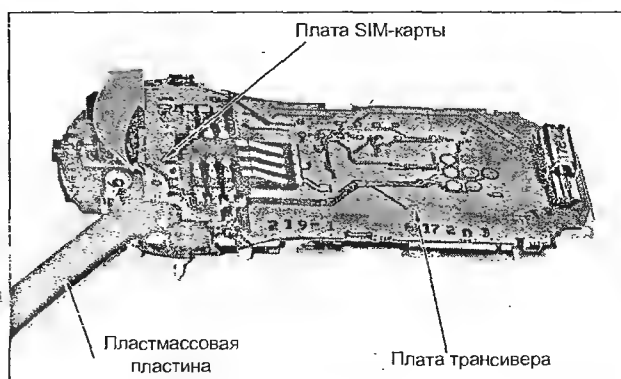

Рис. 4.10
- используя инструмент для разборки, осторожно извлекают плату SIM-карты из соединителя на плате трансивера (рис. 4.10) и снимают ее;